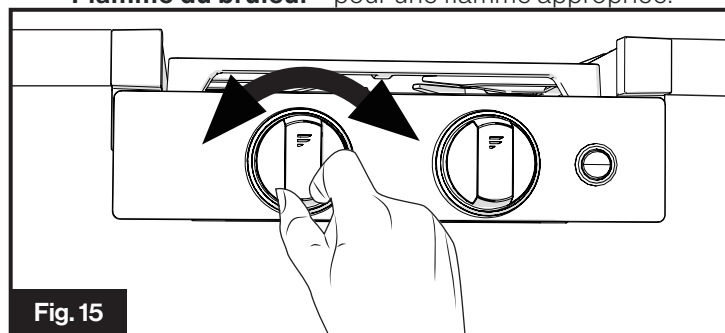

Fig. 15
- Tournez le bouton de commande dans le sens des aiguilles d'une montre ou dans le sens inverse pour régler la flamme au niveau désiré. (Fig.15) Voir la section « **Flamme du brûleur** » pour une flamme appropriée.